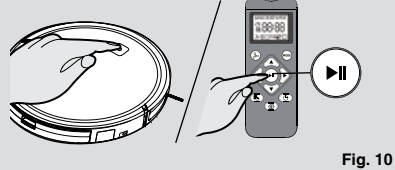

Fig. 10
2. Pulse el botón de encendido/pausa del aparato o el botón de inicio/pausa del mando a distancia para iniciar el proceso de limpieza. [Fig. 10]